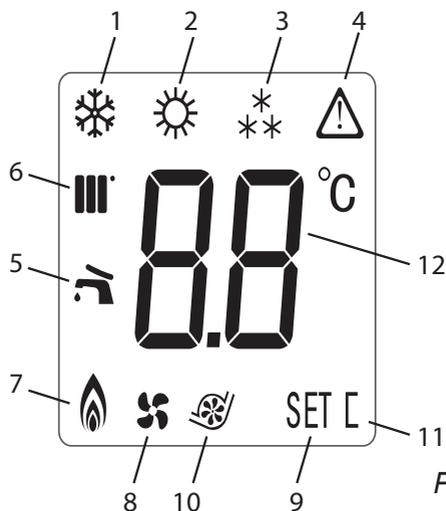

Рис. 3. Дисплей
- **зимний режим**. Функция отопления и ГВС находятся в активном режиме (рис. 3, поз. 1).
- **летний режим**. Функция ГВС находятся в активном режиме, а функция отопления в этом режиме не активна (рис. 3, поз. 2).